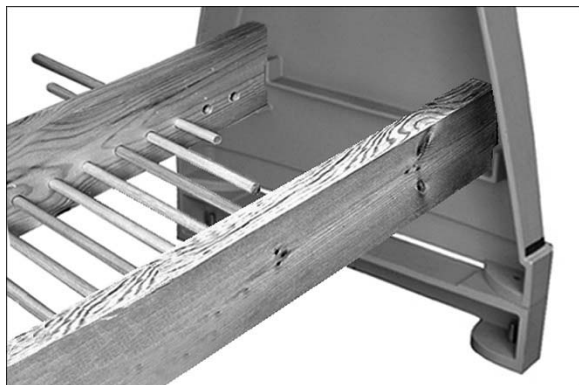

Figure 6-10
Style d'étagère 3 : (Figure 6-10)
6. Insérer les goujons dans les trous de la planche de 2x6 arrière, comme le montre la figure 6-10.